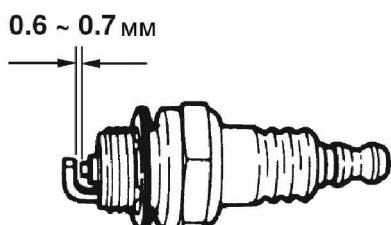

Рис. 20.
4. Свеча зажигания. См. Рис. 20.